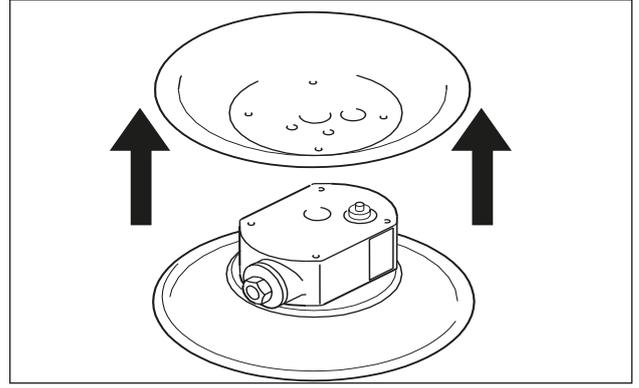

Fig. 13: Desmontaje de las cámaras de aire
- Desenrosque la cámara de aire, separándola del bloque central (sólo en las bombas de metal, con la excepción de las bombas de membrana DB, DH) (Fig. 13).